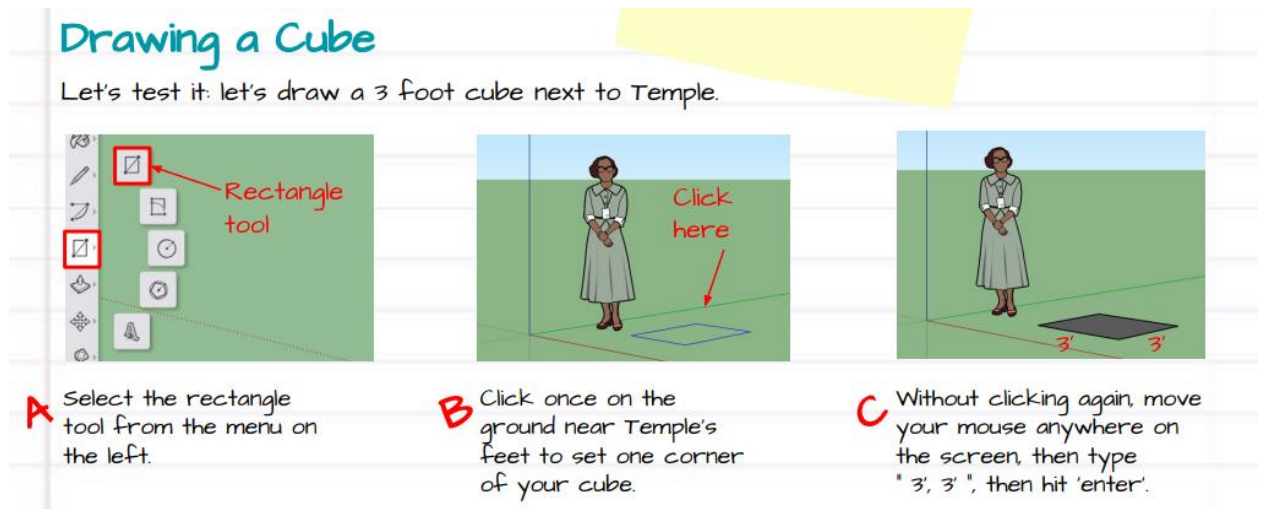

Рисунок 3.6. Отрывок из занятий курсов SketchUp for Schools
- <https://www.sketchup.com/education/sketchup-for-schools/curriculum/app> - пошаговое изучение среды SketchUp на английском языке. Инструкции представлены в виде презентаций Google Docs (Рисунок 3.6).